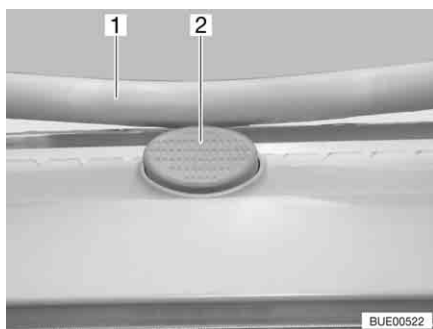

Bild 96 Låsknapp på Heki-takluckan
- Tryck på låsknappen (Bild 96,2) och dra ner bygel (Bild 96,1) med båda händerna.
- Tryck bygel uppåt med båda händerna tills bygel ligger ovanför låsknappen (Bild 96,2).